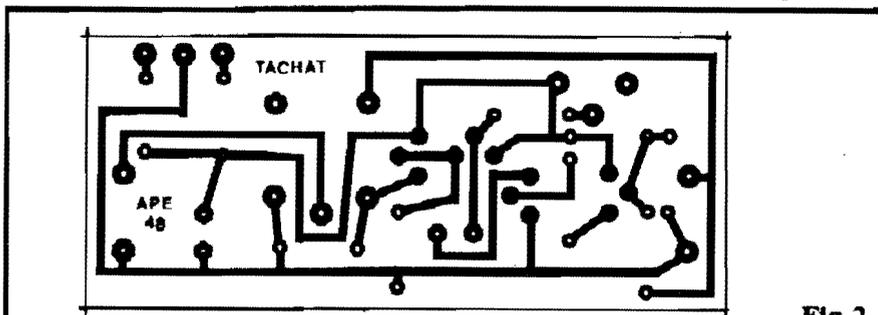

Fig.2
- FIG. 2 - LAY OUT DO CIRCUITO IMPRESSO ESPECÍFICO - A plaquinha é pequena e simples em seu desenho de ilhas e pistas... A ausência de Integrados, inclusive, torna as coisas menos "apertadas", facilitando a elaboração do lay out (o padrão pode ser copiado diretamente da figura, já que está em tamanho natural...) e mesmo a traçagem feita com tinta ou decalques ácido-resistentes... De qualquer modo, após a corrosão na solução de perclorato de ferro, tudo deve ser muito bem conferido, buscando-se falhas, "curtos", lapsos, etc., que devem ser corrigidos **antes** de se iniciar as inserções e soldagens de componentes. Aos Hobbystas que só agora estão chegando à Turma, recomendamos seguir as INSTRUÇÕES GERAIS PARA AS MONTAGENS, um módulo permanente encartado nas páginas iniciais de toda APE...